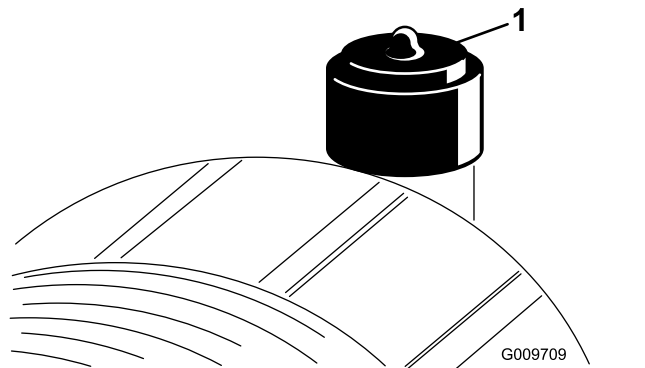

Figura 78
Effettuate la manutenzione del filtro dell'aria quando l'indicatore (Figura 78) lo richiede. Sostituendo il filtro dell'aria prima del necessario si aumenta il rischio che la morchia penetri nel motore quando si toglie il filtro.
2. Se la spia (Figura 78) è rossa, resettatela.